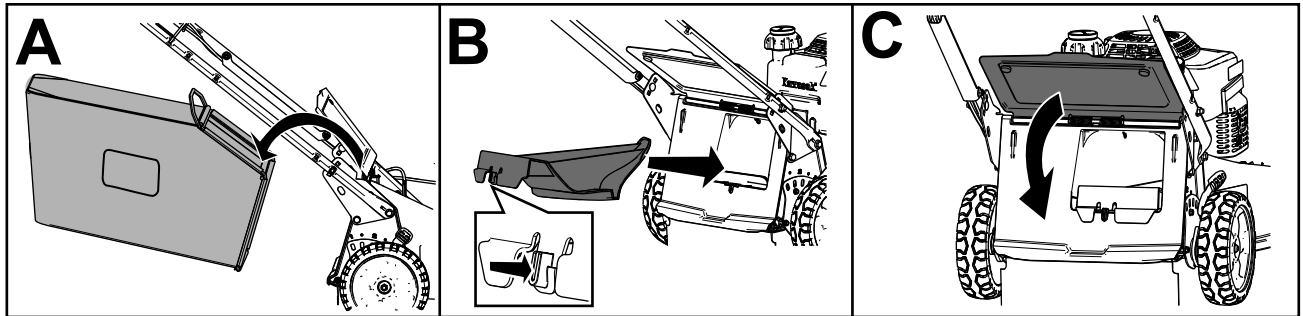

Figura 17
- Si la bolsa de recogida está instalada en la máquina, retírela (Figura 17, A).
- Si el tapón de descarga trasera no está instalado, sujételo por el asa, eleve el deflector trasero e introdúzcalo en el conducto de descarga trasera hasta que el enganche encaje en su sitio (Figura 17, B).
3. Retire la varilla del recogedor de las muescas de la base del manillar (Figura 17, A).
4. Instale el tapón de descarga (Figura 17, B).
5. Baje el deflector trasero (Figura 17, C).